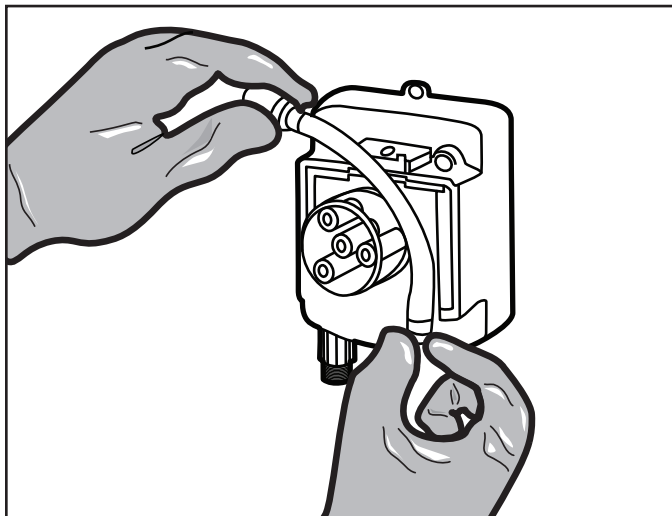

**Figura 19. Extraiga el ensamblaje de rodillos**
- Libere los acoples de las ranuras para extraer el tubo. Consulte la Figura 19.